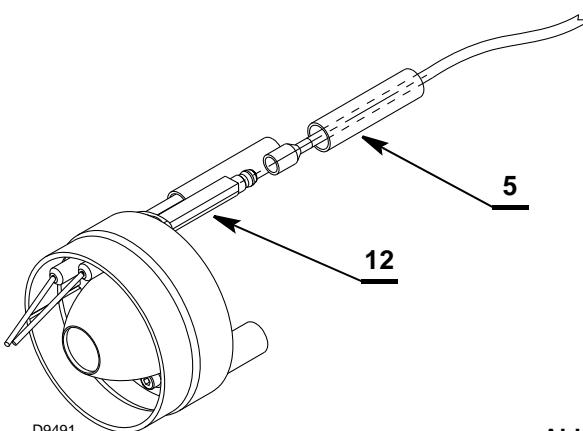

Abb. 28
- Die Drähte 5) (Abb. 28) auf die Elektroden 12) stecken und prüfen, ob die Kabel mit den Elektroden fest verbunden sind (gegebenenfalls die Kabelklemmen festziehen), anschließend die Klemmen mit den Isolierröhrchen schützen.